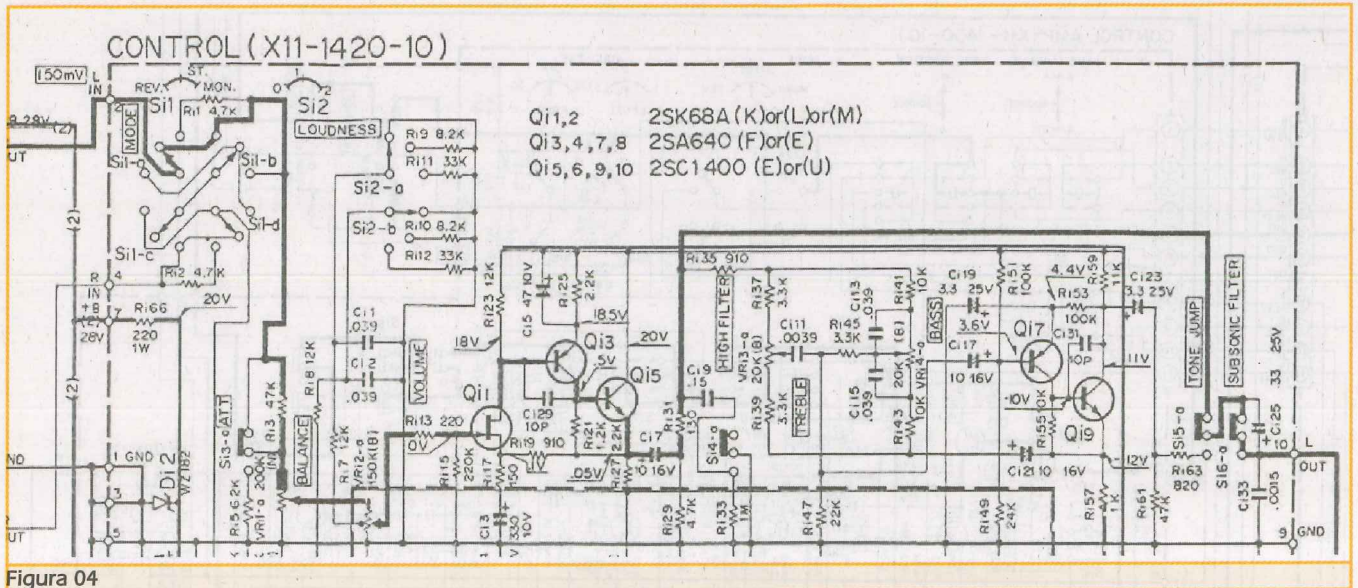

Figura 04
effetti di questo valore, della Elna. Ebbene, sul mio esemplare ho scoperto che lavoravano a quasi 40 V!!! E, ciononostante, quelli originali erano ancora al loro posto e resistevano benissimo. Me ne sono accorto perché, siccome in questi apparecchi l'unica licenza che mi concedo è provvederli di elettrolitici di segnale freschi, e solo per motivi sonici (2), in quel punto ne misi due nuovi dello stesso valore ma suonava molto "strano". Guardando meglio è saltata fuori la ragione; con due pezzi da 50 V è andato a posto tutto. Questo dimostra che perlomeno gli Elna di quel periodo erano prodotti con coefficienti di sicurezza molto ampi. La linea del 7100 (Figura 04) è molto più classica; l'amplificazione vera e propria ha una struttura un po' diversa, l'ingresso è sempre a FET ma il secondo stadio a bipolari è single-ended seguito da un buffer; i toni sono fatti con uno stadio solo che si può scavalcare con opportuna levetta. È un approccio diverso da quello di Yamaha perché i toni non sono né a monte del volume né integrati nell'ampli di linea, ma a valle di quest'ultimo.